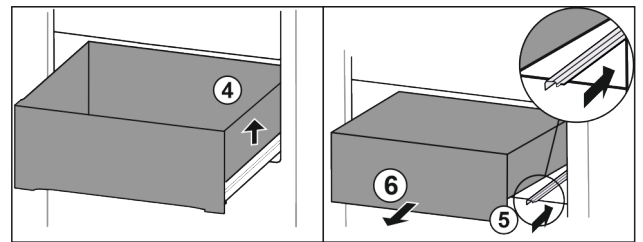

Fig. 88
- ▶ 抬起抽屉右侧。Fig. 88 (4)
- ▶ 推入右侧轨道。Fig. 88 (5)
- ▶ 朝前取出抽屉。Fig. 88 (6)